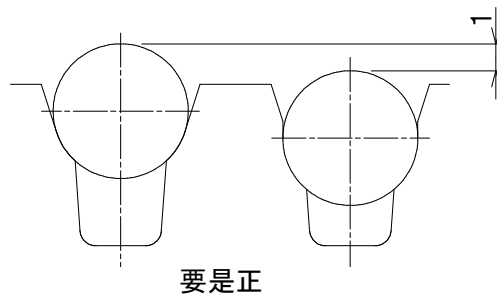

図5. 綱車溝間の摩耗差
- ・ 各ロープ溝間の摩耗に1[mm]以上の差がある場合は、ロープ径に関係なく交換が必要です。(図5)